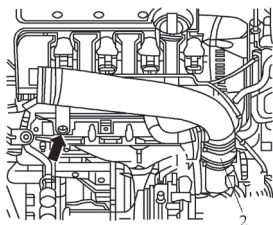

图 5-8 取下空气导管
- 5) 拆卸空气滤清器后部的空气导管软管。旋出空气导管的螺栓, 图 5-8 中箭头所示。松开卡箍 2, 并拔下空气导管。按压解锁键 1,